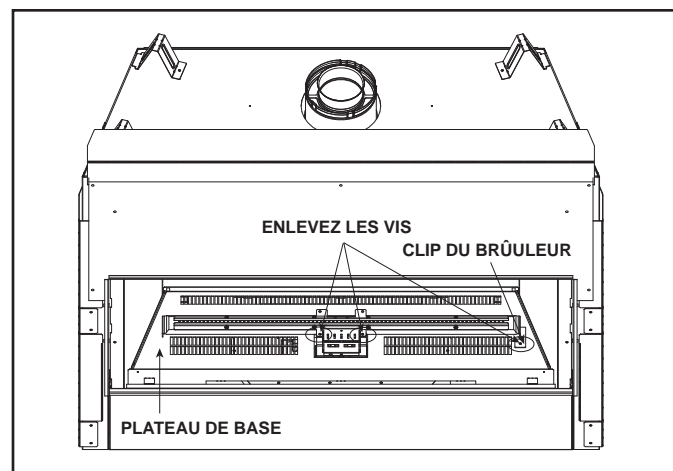

Figure 16.4 Installation du brûleur
1. Enlevez le brûleur en enlevant les deux vis qui retiennent le brûleur au support de l'ensemble pilote et enlevez une vis qui retient le clip du brûleur au plateau du fond. Voir la figure 16.4.